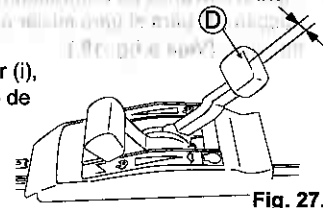

Fig. 27.
Ajuste a folga da alavanca de ajuste de velocidade (D) em 1 - 3 mm, como mostrado na. (Veja a fig. 27.)